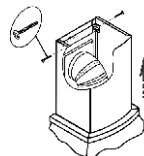

рис. 10
6.5 Для КВ: «Бельведер (Валенсия, Луизиана, Флореале) 90», «Былина 90», «Вилла» 90», «Вилла Валенсия, (Веда, Луизиана) 90», «Вилла Фрукты», «Пергола 60/90», «Терем 90». Выдвиньте вложенную в вытяжку фальштрубу, оденьте ее на кронштейн (рис. 10) и закрепите винтами.